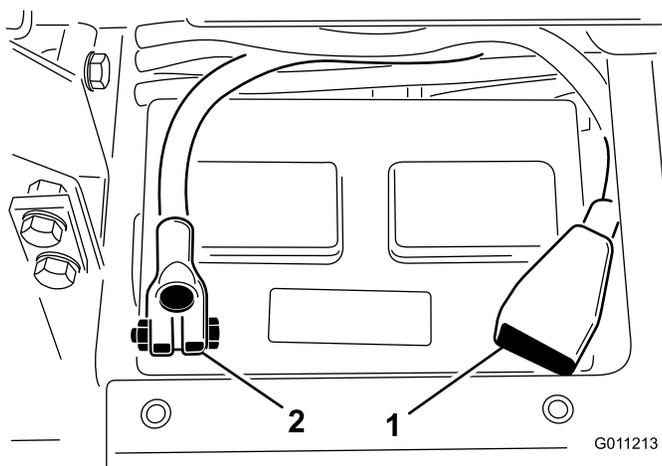

图5
8. 使用螺栓和螺母将正极接线红色连接到正极+电池端子负极接线黑色连接到负极-电池端子图5。确保正极 (+) 端子尽可能在电极上接线紧贴电池。接线不得与电池盖接触。